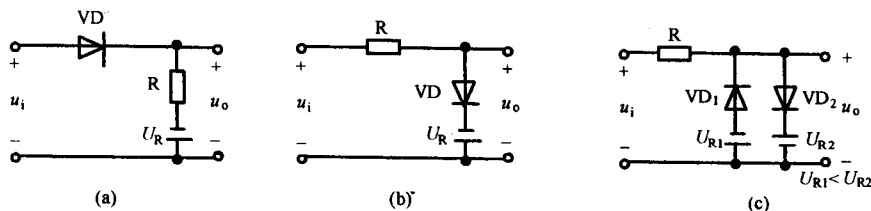

图 1.9
(3) 二极管组成图 1.9 所示电路。已知 u_i 为正弦信号, 幅值 $u_{im} > U_R$, 二极管的导通压降 U_{VD} 可忽略, 定性画出 u_o 的波形。